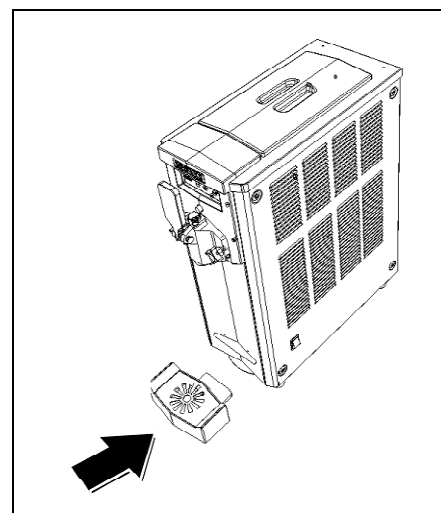

Fig. 34
- Remonter le ramasse goutte (fig.34).